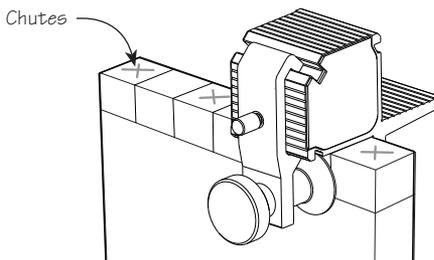

Figure 9 : Guide de sciage prêt pour la coupe d'une queue.
8. Placer le guide sur le bout de la pièce de façon à exposer la **partie à enlever** – voir **figure 9**. Ne pas serrer la bride de serrage pour l'instant.